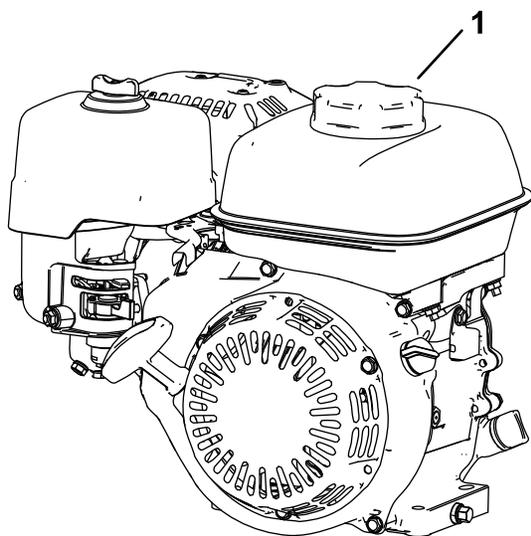

Figura 14
1. Pulite intorno al tappo del serbatoio carburante e togliete il tappo dal serbatoio (Figura 14). Riempite il serbatoio del carburante fino a raggiungere la base dell'apertura del serbatoio del carburante; fate riferimento al *Manuale dell'operatore* del motore.